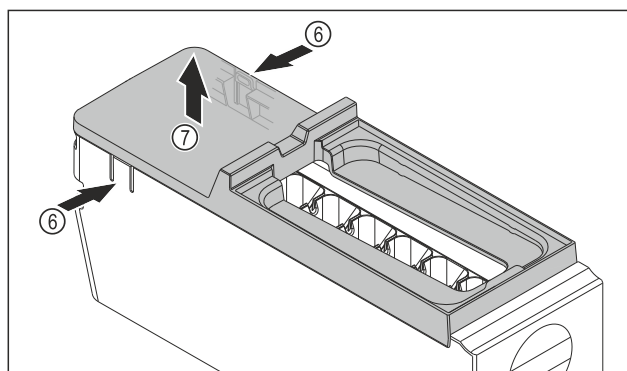

Fig. 184
- ▶ Rimuovere la copertura del corpo dell'EasyTwist-Ice: Con una mano, premere le linguette Fig. 184 (6) su entrambi i lati del corpo dell'EasyTwist-Ice.
- ▶ Con l'altra mano, estrarre verso l'alto la copertura Fig. 184 (7).